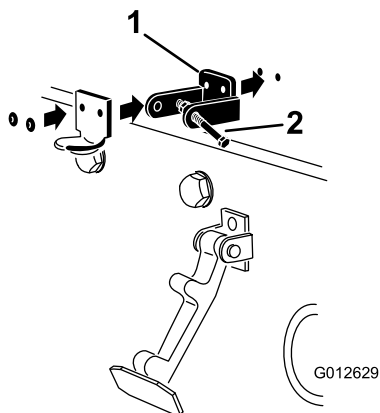

図 16
**注** ロックブラケットをフード側にフードに当てて取り付けます 図 16。ロックブラケットアームについているボルトナットアセンブリは外さないでください。
5. ブラケットとワッシャをフードにリベットで固定する 図 16。